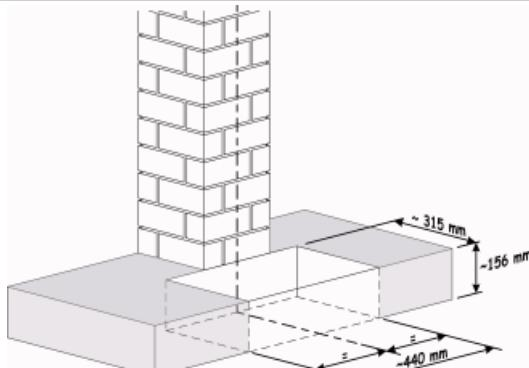

Fig. 5
- Efectuar una excavación para los cimientos tal como se ilustra en la Fig. 5.